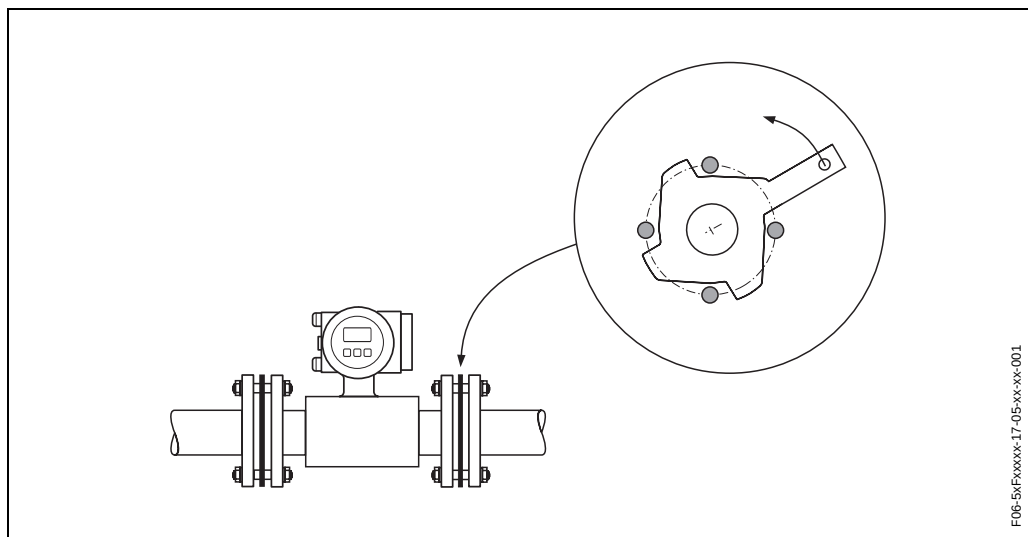

Fig. 19: Montagem com discos terra (Promag P, DN 15...300)
3. Agora, rotacione o disco terra como mostrado na Fig. 19 ate prender os parafusos. O disco terra e centralizado automaticamente.